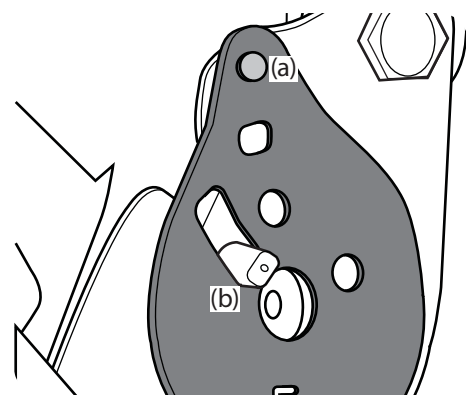

Figure 2-11
6. Poussez le siège complètement vers l'avant. Remplacez la plaque de réglage et insérez le goujon (a) et la goupille (b) dans la plaque de réglage comme indiqué à la figure 2-11.